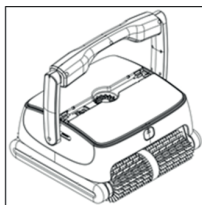

Figura 1
- Premere il tasto di apertura sul pannello frontale del depuratore (vedi figura 1)